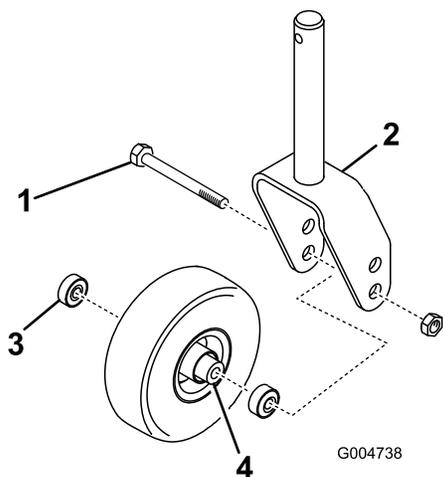

Рисунок 139
1. Выверните контргайку с болта, удерживающего узел поворотного колеса между вилкой или рычагом поворотного колеса (Рисунок 139).
2. Захватите поворотное колесо и извлеките болт из вилки или поворотного рычага (Рисунок 139).
3. Извлеките подшипник из ступицы колеса и дайте выпасть распорной втулке подшипника (Рисунок 139).
4. Снимите подшипник с противоположной стороны ступицы колеса (Рисунок 139).